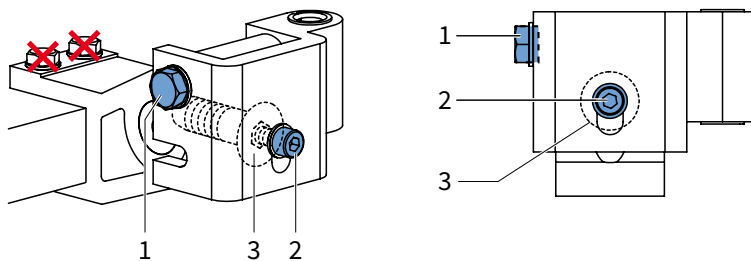

Abb. 6.2 Detail Armverbindung links
2. Drehen Sie Mutter #1 eine Umdrehung los (Steckschlüssel 17). Heben Sie die Vorderleiste beim Losdrehen etwas an, damit sich die Stellschraube leicht bewegt. Siehe Abbildung 6.2.